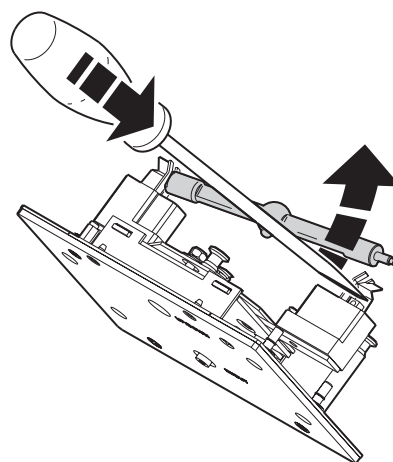

Figure 2: Retrait de la lampe
3. Poussez le ressort de rétention sur la partie droite de la douille et dégagez le bout de la lampe. Vous pouvez vous aider d'un tournevis pour dégager la lampe du ressort comme indiqué sur la Figure 2. Retirez la lampe.